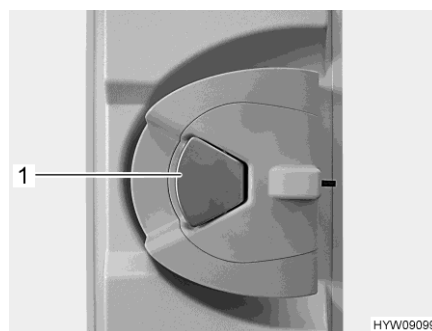

Bild 51 Türschloss (Eingangstür innen)
- Wenn das Türschloss verriegelt ist: Am Türgriff (Bild 51,1) einmal ziehen. Die Tür ist entriegelt.
- Am Türgriff (Bild 51,1) ziehen. Die Tür ist geöffnet.
- Den Türgriff (Bild 51,1) drücken.